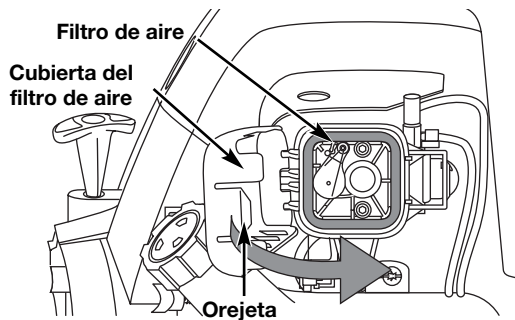

Fig. 31
- Vuelva a instalar la cubierta del filtro de aire. Coloque los ganchos del lado izquierdo de la cubierta del filtro de aire en las ranuras del lado izquierdo de la placa posterior (Fig. 31).
- Mueva la cubierta hacia la derecha hasta que la orejeta del filtro de aire calce en su lugar en la ranura de la placa posterior (Fig. 31).
6. Saque la cubierta del motor (Fig. 31).